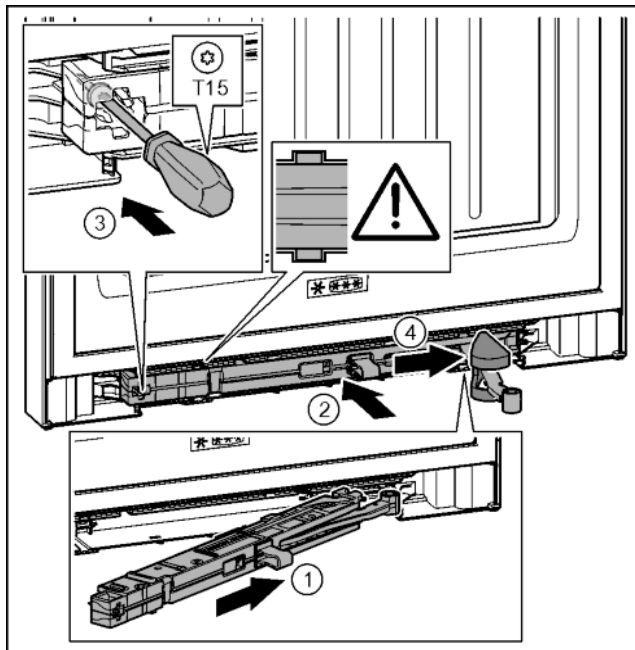

Fig. 36
- ▶ Вставить узел амортизатора со стороны опорного кронштейна в выемку до упора под наклоном. Fig. 36 (1)
- ▶ Полностью вставить узел амортизатора в выемку. Fig. 36 (2)
- ▶ Затянуть винт отверткой T15. Fig. 36 (3)
- ▶ Переместить крышку над шарниром. Fig. 36 (4)